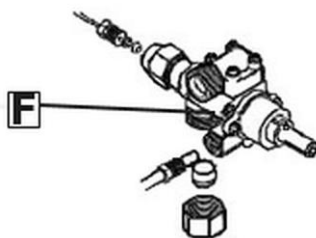

Fig. 10
3. Réglez ensuite la vis de dérivation « **F** » (fig. 10) du bouton rotatif de gaz.